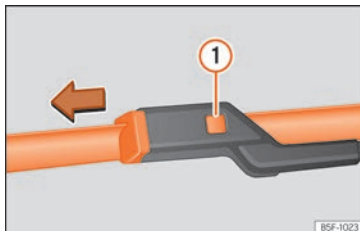

Fig. 63 Canvi de les escombretes del parabrisa.
- Mantingueu premuda la tecla de desbloqueig »» fig. 63  tirant lleugerament de l'escombreta en el sentit que indica la fletxa.